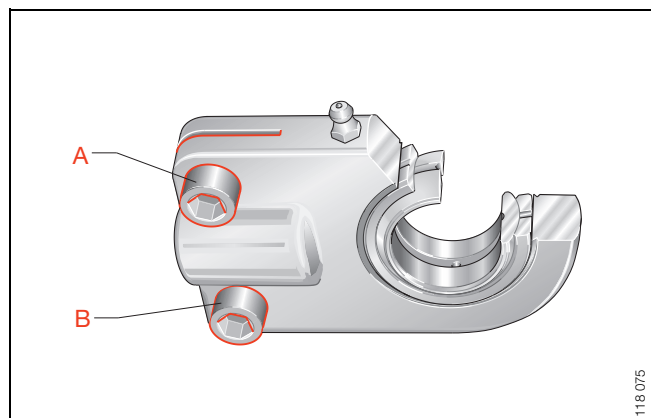

Bild 2 · beidseitig geschlitzt
- ⚠ Befestigungsschrauben nach Schema anziehen (Tabelle 2, Bild 2 und 3, Seite 147)! Anziehdrehmomente einhalten!